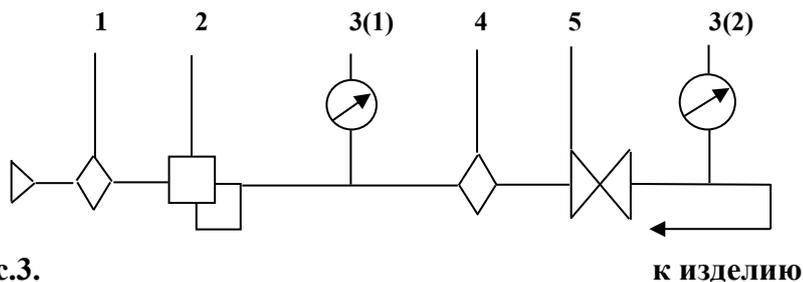

Рис.3.
7.4. Воздух, подаваемый к молотку, должен иметь чистоту не ниже 5 класса загрязненности по ГОСТ 17433-80 и содержать индустриальное масло И-20А ГОСТ 20799-88 в количестве 3-4 капель на 1 м³ или другую смазку, по своим свойствам не уступающую указанной. Рекомендуемая для подготовки воздуха аппаратура и схема ее установки приведена на рис.3. Воздухоподготовительная аппаратура должна обеспечить номинальную пропускную способность не менее 2,0 м³/мин.